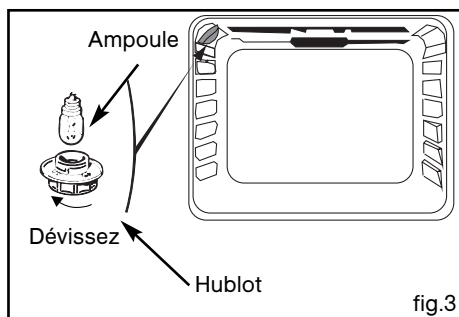

fig.3
A l'intérieur du four (fig.3).
- b) Dévissez le hublot (fig.3).